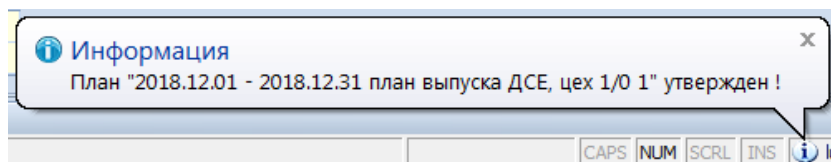

Рисунок 116.Пример сообщения в окне "Информация"
- в окне «**Информация**» появится сообщение об утверждении плана (рис. 116).